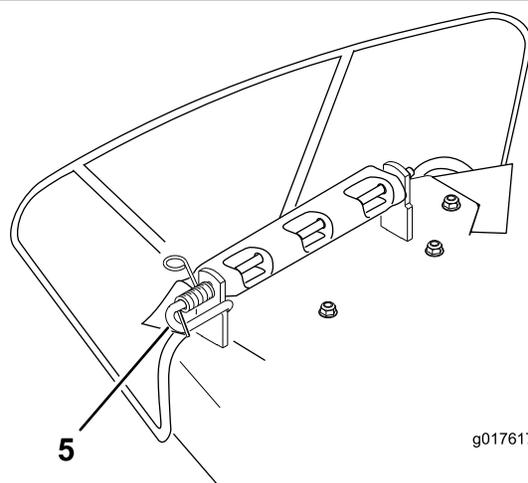

Figura 63
1. Desenganche el muelle de la muesca del soporte del deflector, y retire la varilla de los soportes soldados de carcasa, el muelle y el deflector de descarga (Figura 63). Retire el deflector de descarga dañado o desgastado.
2. Coloque el nuevo deflector de descarga con los extremos de los soportes entre los soportes soldados de la carcasa, según se muestra en Figura 63.